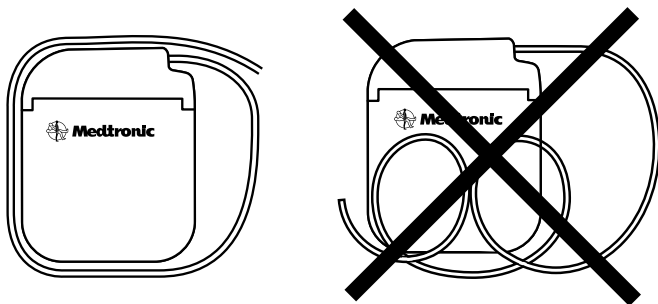

Figure 3. Enroulez tout excédent de l'extension autour du périmètre du neurostimulateur.
- N'enroulez pas la longueur excédentaire d'extension sur le dessus du neurostimulateur. Enroulez le surplus d'extension autour du neurostimulateur (Figure 3) afin de diminuer la profondeur de la poche sous-cutanée, d'aider à réduire les risques de détérioration en cas de remplacement chirurgical du neurostimulateur, d'éviter que l'extension ne s'entortille et de réduire les risques d'interférences lors des transmissions par télémétrie. L'excédent d'extension ne doit pas être enroulé sur plus de deux tours autour du périmètre du neurostimulateur. Les longueurs d'extension devant être enroulées sur plus de deux tours peuvent interférer avec la télémétrie.